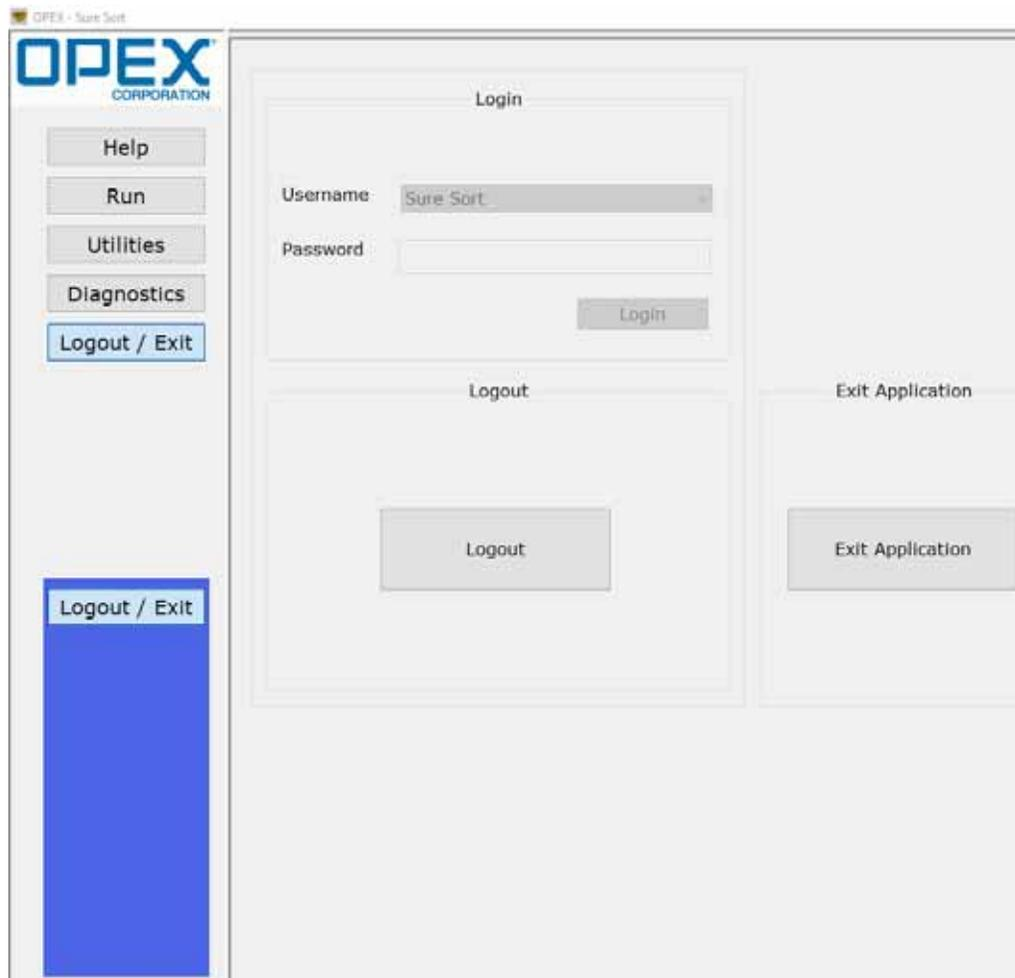

Figure 4-43: Ventana de Interfaz del Software Host
3. Aparece la ventana de la interfaz del Software Host (ver Figure 4-43/Figura 4-43).